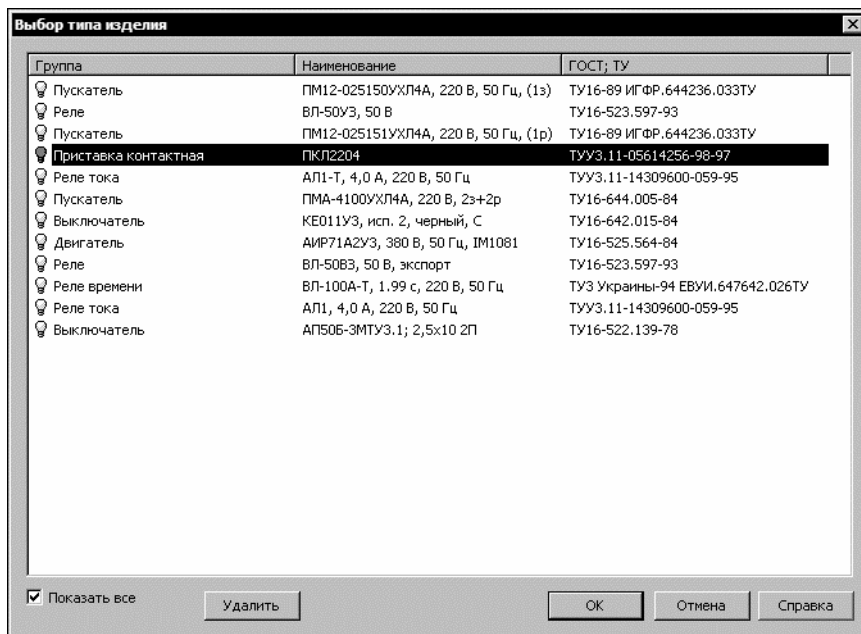

Рис. 9.5. Диалог **Выбор типа изделия**
- 2.1. Чтобы выбрать описание типа аппарата из базы данных, нажмите кнопку **Выбрать из БД...** На экране откроется диалог **Выбор типа изделия** (рис. 9.5).